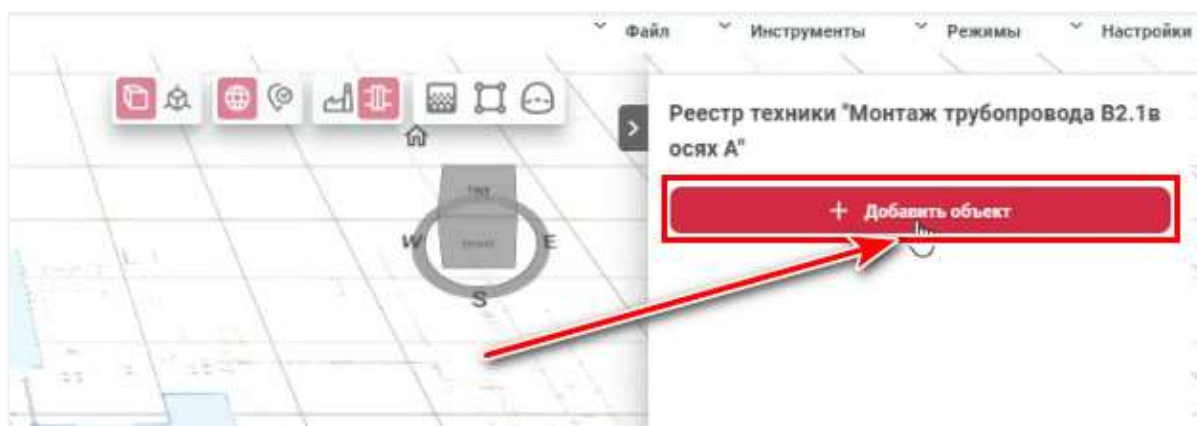

Рисунок 12. Вкладка «Реестр». Кнопка «Добавить объект» для привязки техники к работе
- в правой панели навигации нажать кнопку «Добавить объект» (Рисунок 12). Отобразятся поля для ввода значений;